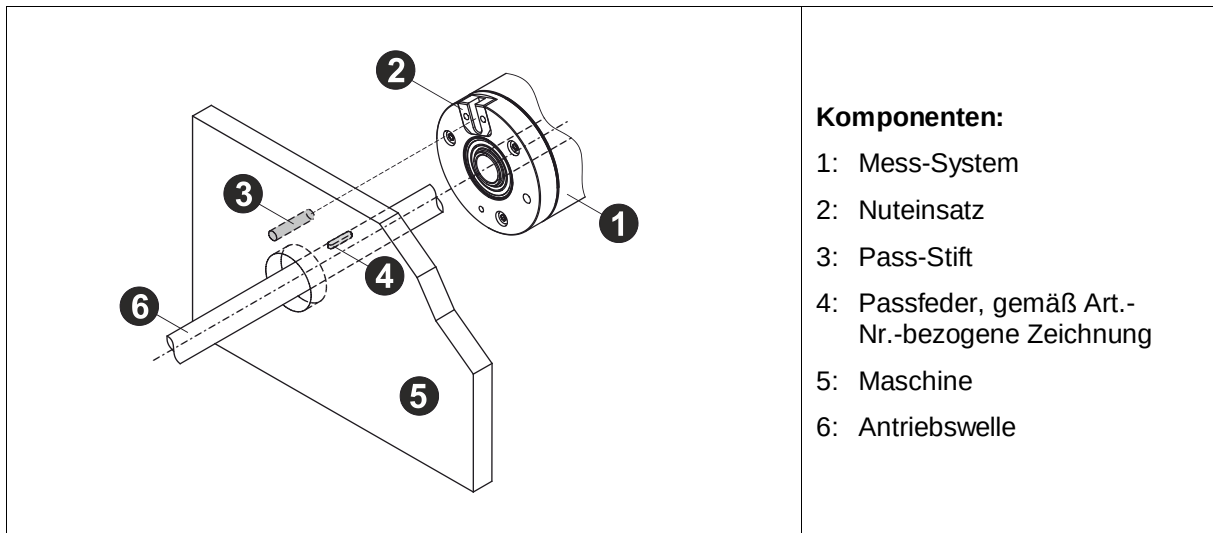

Abbildung 8: Montage mit Pass-Stift und Nuteinsatz, Prinzip-Darstellung
- Das Mitdrehen des Mess-System-Gehäuses wird über einen kundenseitigen Pass-Stift an der Maschine und ein Nuteinsatz am Mess-System verhindert. Siehe Abbildung 8.